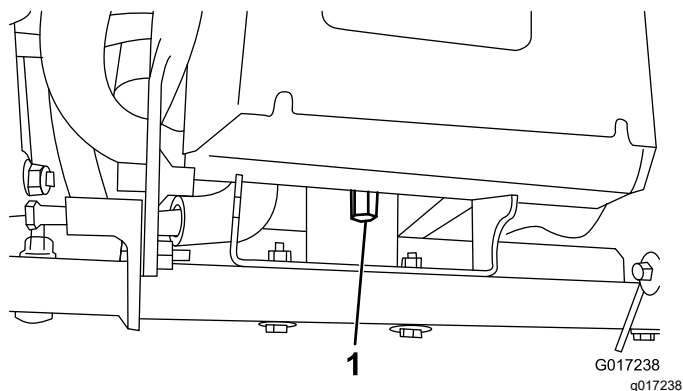

Figure 3
3. Retirez le grand écrou qui fixe l'arrière du socle de la batterie au cadre de la machine (Figure 3).